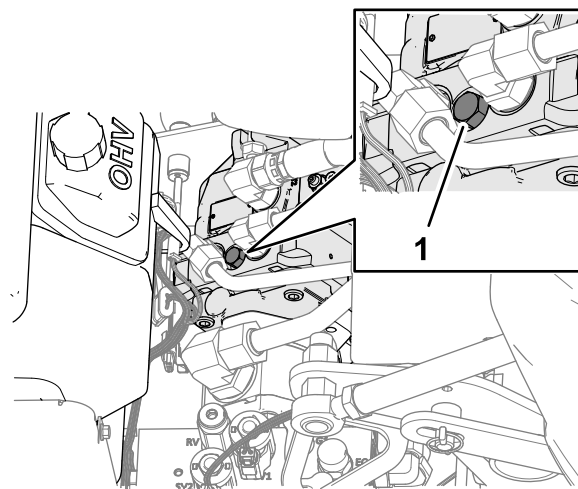

Figura 127
4. Individuate la copertura della vite della valvola di bypass tra il motore e la pompa idraulica, come mostrato nella Figura 127).